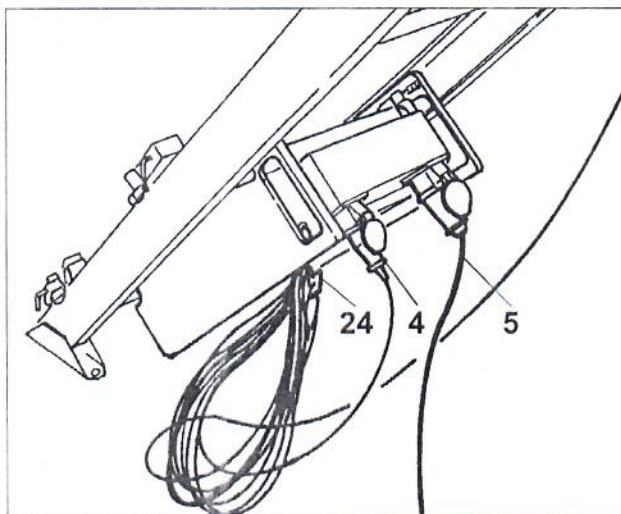

Fig. 21
- Het teveel aan kabel zorgvuldig oprollen en op de haak (24-Fig. 21) hangen. - Anders bestaat er gevaar voor ongelukken door te blijven hangen of beschadiging van de kabel.
- De ladderlift heeft een wisselstroommotor en moet volgens veiligheidsvoorschrift VDE Deel 704 werken (bijv. bouwstroomverdeler). - Hiervoor netkabel (6) bij de bouwstroomverdeler aansluiten.